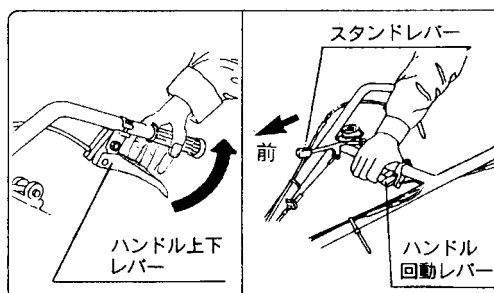

図17
#### 1) 上下について(図17)
#### 2) 回転について(図17)
### (9) スタンド(図17)